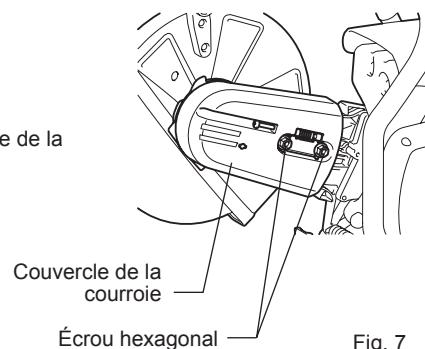

Fig. 7
- Remplacez le couvercle de la courroie. (Fig. 7)